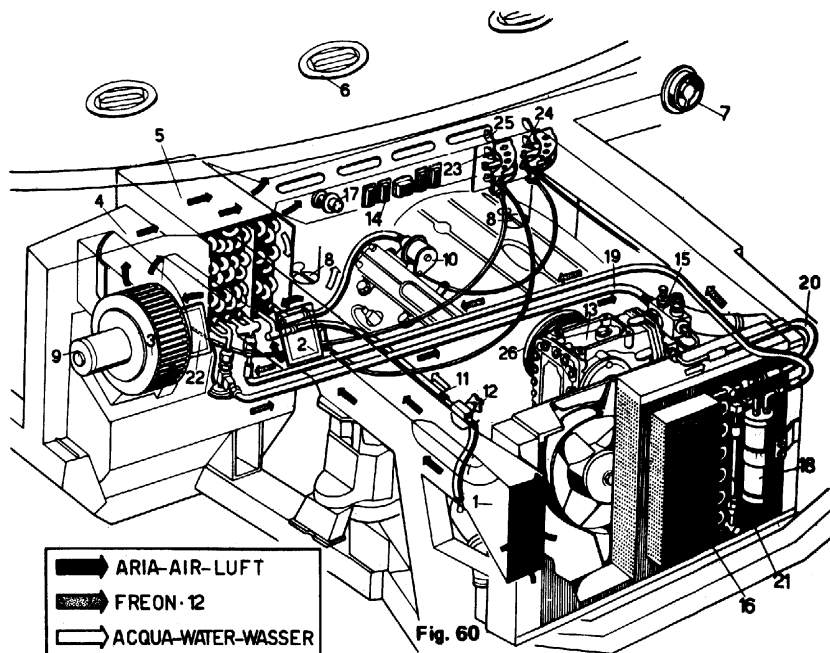

Fig. 60
1. **Groupe évaporateur:** il comprend les 4 premières rangées des radiateurs (5); un injecteur réglable qui provoque l'expansion du freon 12 comprimé, engendrant ainsi le froid; un thermostat (17) qui contrôle automatiquement la température en la stabilisant au degré ou haité dans une plage de 14° C.; les déflecteurs (6-7-8) qui orientent le flux de l'air dans la direction souhaitée.
**Description of fig. 60**
## Beschreibung der Abb. 60